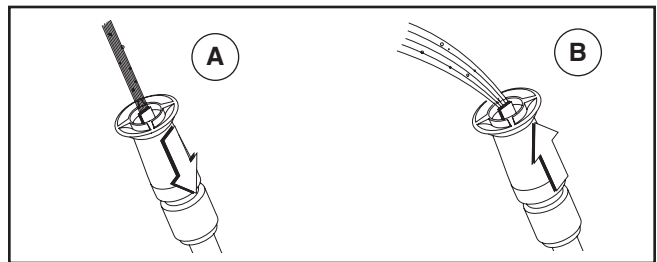

Figura 13 — Ajustar la presión de aspersion
1. Usted también puede ajustar el patrón de rociado girando la boquilla para que esté concentrado en un patrón de chorro (A) o un patrón expandido en abanico (B) (Figura 13).